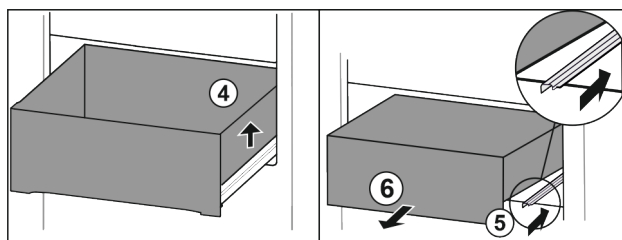

Fig. 114
- ▶ Løft skuffen til høyre. Fig. 114 (4)
- ▶ Skyv inn høyre skinne. Fig. 114 (5)
- ▶ Ta ut skuffen framover. Fig. 114 (6)